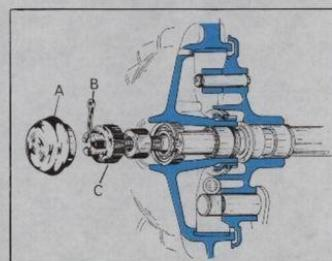

Fig. 46
A partir del progresivo del vehículo en mención [Vespa P 200 E (DN)] DN9 532378, ha sido montado un nuevo tipo de dirección-suspensión, el cual lleva distinto sistema de fijación tambor-freno delantero, con el cual se procederá análogamente, a excepción de unos detalles (Fig. 46): Quitar el guardapolvo (A), con el destornillador, desmontar la grúpilla (B) y el tapón (C); seguidamente proceder de igual forma al párrafo anterior.